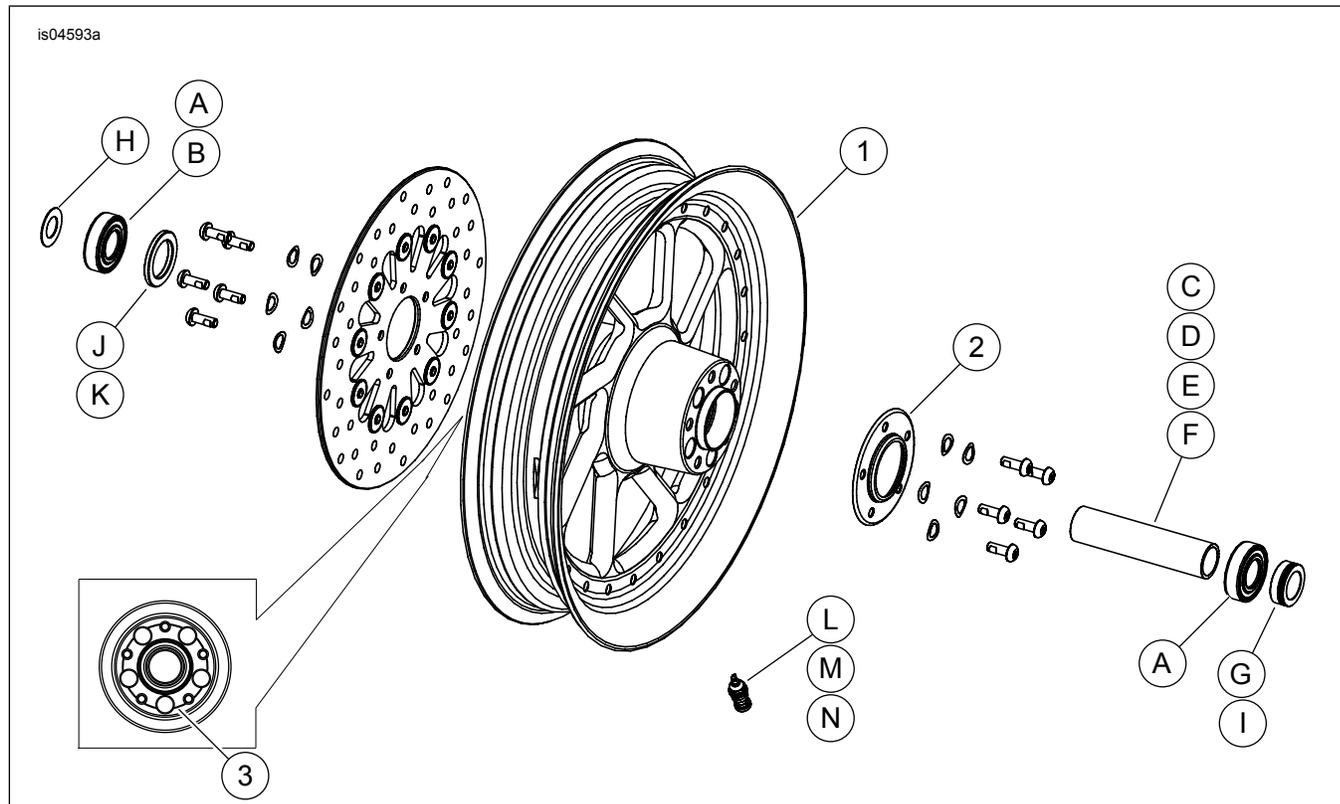

Figure 2. Pièces détachées : Kits de roue avant Road Winder (roue de 16 pouces illustrée)
2. Voir Figure 2. Installer l'assemblage de tige de valve (L, M ou N) sur la roue. Voir PNEUS dans le manuel d'entretien.